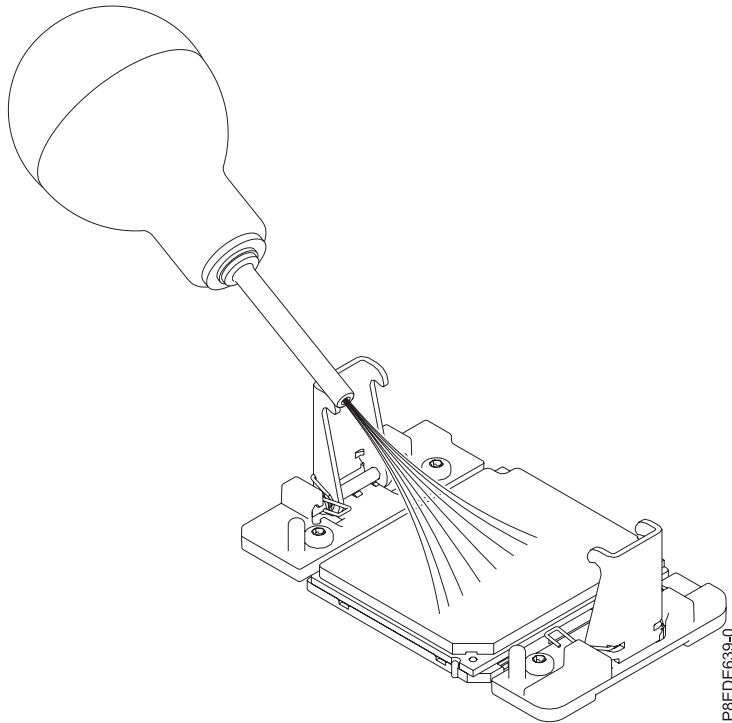

Abbildung 28. Staub und Fremdkörper von dem Systemprozessormodul entfernen
- a. Sollten Staub oder Fremdkörper vorhanden sein, reinigen Sie das wassergekühlte Systemprozessormodul mithilfe der im Lieferumfang enthaltenen Luftpumpe (Teilenummer 45D2645). Wenn Ihre Luftpumpe nicht wie in Abb. 28 auf Seite 29 dargestellt montiert ist, befestigen Sie die Pumpenspitze an der Lampe. Arbeiten Sie dabei mit kurzen Luftstößen von der Mitte des Systemprozessormoduls hin zu den Seiten, siehe Abb. 28 auf Seite 29.